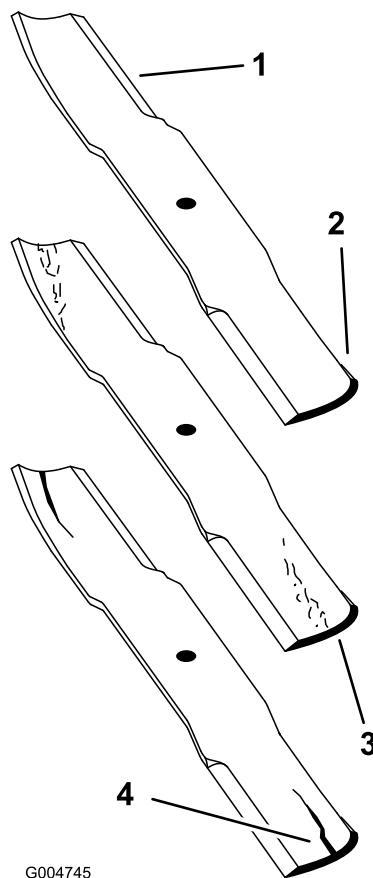

Figura 53
1. Inspeccione los filos de corte (Figura 53). Si los bordes no están afilados o tienen muescas, retire las cuchillas y afílelas. Consulte Afilado de las cuchillas.
2. Inspeccione las cuchillas, especialmente la parte curva (Figura 53). Si observa fisuras, desgaste o la formación de una ranura en esta zona (elemento 3 en la Figura 53), instale de inmediato una cuchilla nueva.